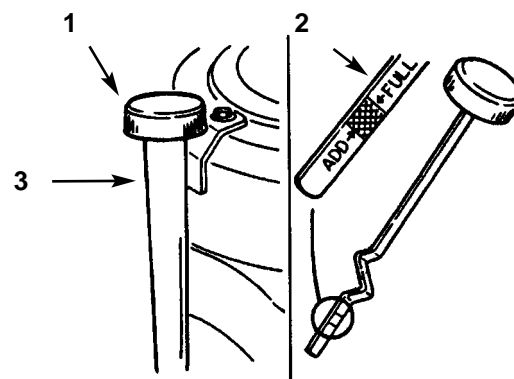

Fig. 33
3. Pulite attorno all'asta di misurazione del livello dell'olio (Fig. 33) perch  lo sporco non penetri nel foro di riempimento, danneggiando il motore.
4. Svitare l'asta di misurazione dell'olio e pulitene l'estremit  di metallo (Fig. 33).
fondo sul tubo di riempimento (Fig. 33). Svitare di nuovo l'asta ed osservarne l'estremit  di metallo: se il livello dell'olio   basso, versate lentamente nel tubo di riempimento abbastanza olio da portare il livello alla tacca "FULL".
6. Versate lentamente nel tubo di riempimento (Fig. 33) circa l'80% del quantitativo di olio indicato. Ora verificate il livello; vedi *Verifica del livello dell'olio*, punti 4 e 5.